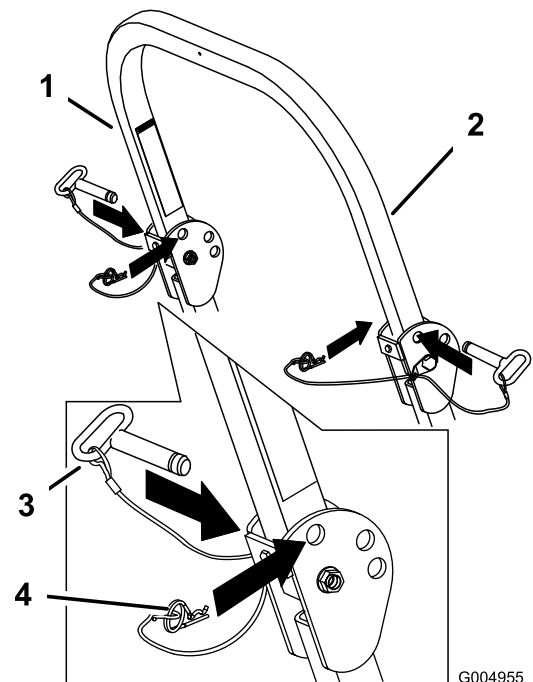

Figura 9
1. Retire las chavetas y retire los dos pasadores (Figura 9).
3. Instale los dos pasadores y sujételos con las dos chavetas (Figura 9).
4. Para elevar la barra anti-vuelco, retire la chaveta y retire los dos pasadores (Figura 9).
5. Eleve la barra anti-vuelco a la posición vertical, instale los dos pasadores y sujételos con las chavetas (Figura 9).